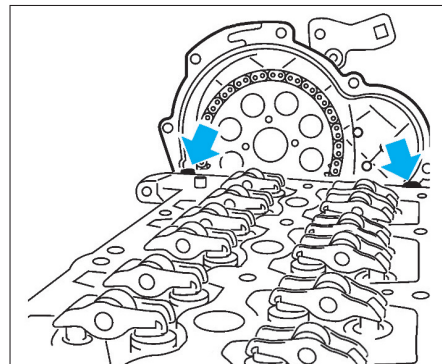

FIG. 77
- Appliquer un produit d'étanchéité entre le joint du carter de distribution et la culasse (flèche) (Fig.77).